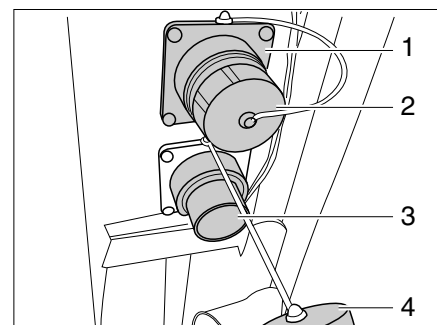

Bild 221 Abwasser-Ablaufstutzen
An den Abwasser-Ablaufstutzen (Bild 221,3) kann eine Schlauchleitung angeschlossen werden.
- Abdeckkappe (Bild 221,4) am Abwasser-Ablaufstutzen (Bild 221,3) durch eine viertel Drehung im Uhrzeigersinn entriegeln und abnehmen.